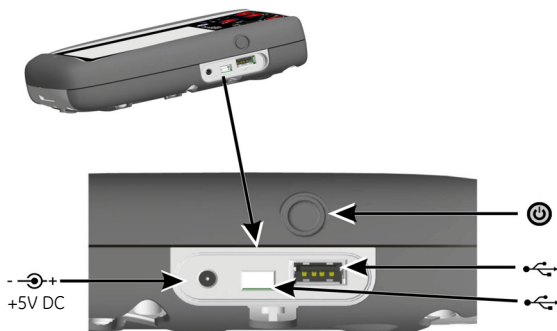

图 2 侧视图
1. 将直流电源 / 电池充电器连接到仪器侧面的 +5V 直流接头 (参见图 2 侧视图)。
2. 还可使用 USB 接口对电池进行充电 (参见图 2 侧视图)。
关闭时，按电源按钮（参见图 2 侧视图）直到显示出仪表板。